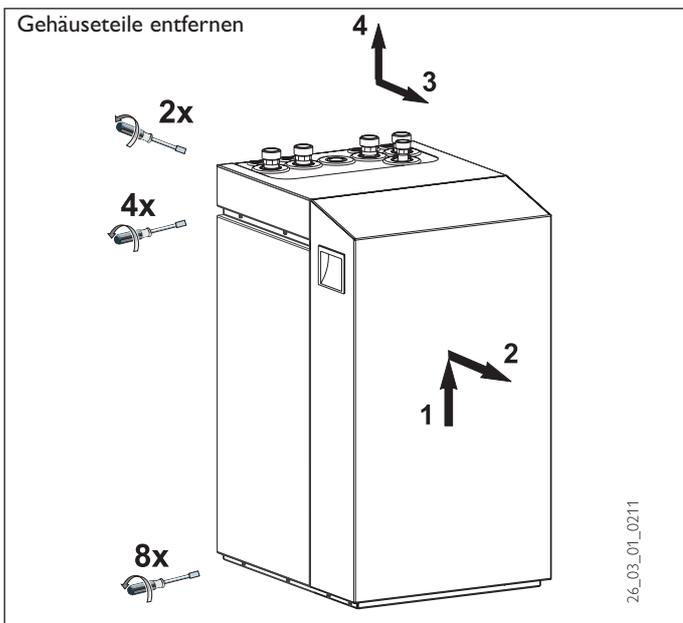

Abb. 5
2. Die acht Schrauben am Sockel des Gerätes herausdrehen (Abb. 5) und das Gehäuse auf den Boden herunterlassen.
Die Anschlussklemmen befinden sich im Schaltkasten (Abb. 11) der WPF.M und sind nach dem Entfernen der Fronthaube (Abb. 5) zugänglich. Um das Gerät elektrisch anschließen zu können, muss nun noch der Deckel (Abb. 5) demontiert werden.